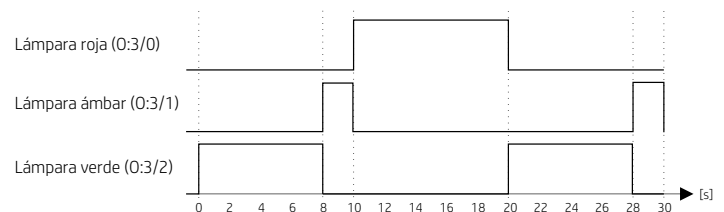

Figura 7. Diagrama de tiempos de un semáforo de una vía
1.- Desarrolle una rutina de automatización en LD IEC 61131-3 empleando RSLogix 500 para implementar el control de tráfico de una vía cumpliendo la secuencia mostrada en la Figura 7, utilizando instrucciones de temporización en cascada.